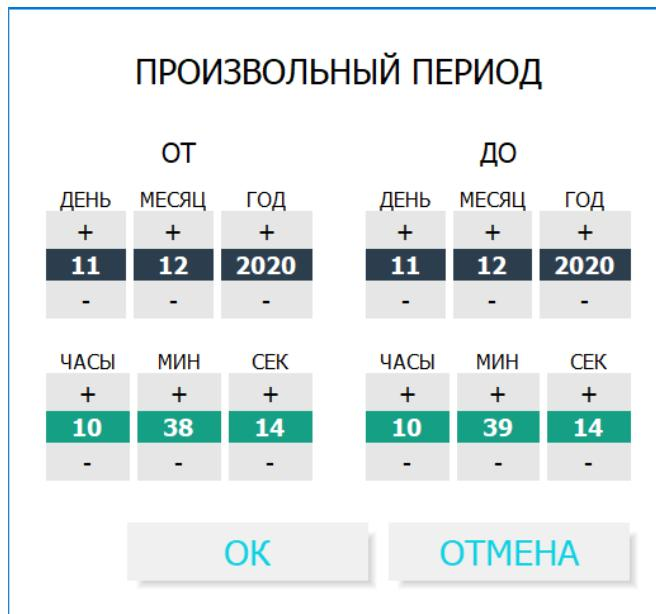

Рисунок 2.73 – Выбор произвольного периода времени
2.7.4 «ПОКАЗАТЬ». В данной настройке можно задать произвольный период времени, за который необходимо вывести архивные данные (рис. 2.73). По умолчанию дата и время верхнего и нижнего предела соответствуют параметрам первой и последней метки. Если необходимо вернуть весь архив, то нужно нажать клавишу «ОТМЕНА».